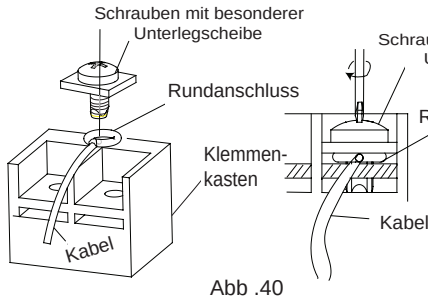

Abb. 40
- 4). Die Litze richtig einsetzen und mit einem Schraubenzieher befestigen (Abb. 40).